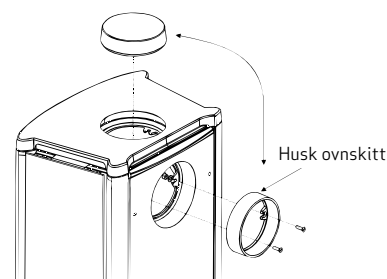
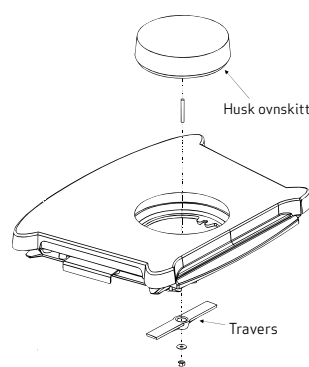
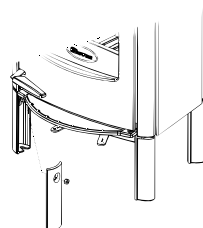
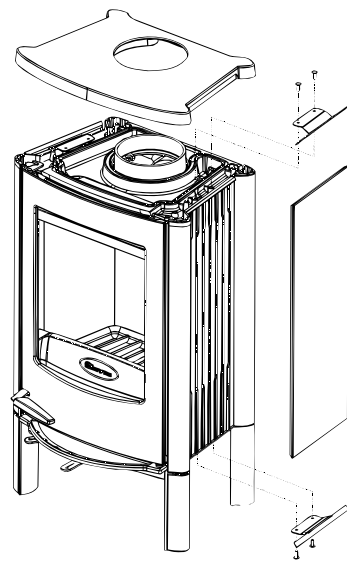

Fig. 2 Montering av blindlokk (alle modeller)
Fig. 3 Montering av røykstuss (alle modeller)
Fig. 4 Montering av bendecksel (modell L og standard)
Fig. 11 Montering av kleberstein og sideplater av stål (alle modeller)
- Monter røyktut og blindlokk. Røykuttaket kan plasseres bak eller på toppen og festes med skruer, skiver og muttere som vist på fig. 2 og 3. Blindlokket festes med travers (den flate siden skal vende mot blindlokket). **NB! Strammes skruen for blindlokket for hardt til, kan travers knekke.** Se fig. 3. Monter bendecksel, se fig. 4. Montering av sideplater (tilleggsutstyr), se fig. 11.